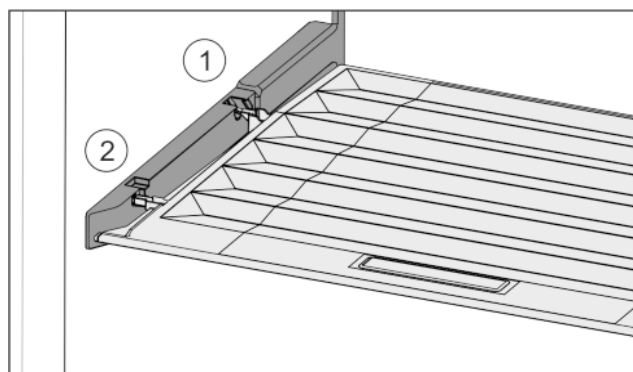

Fig. 30
- ▶ Пъхнете шийките на капака през отвора в задния държач Fig. 30 (1) и фиксирайте отпред в държача Fig. 30 (2).